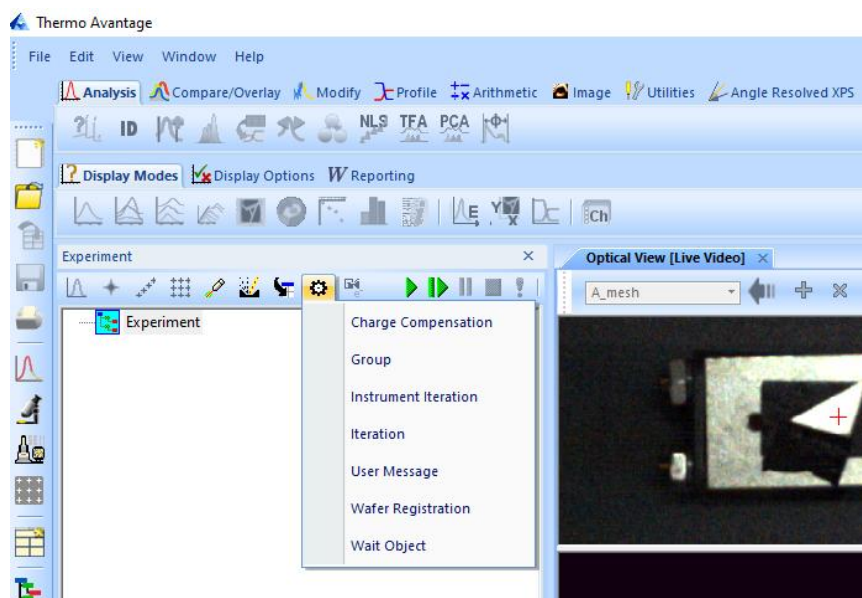

图 12 实验内容设定界面
- (4) 如图 12, 选择“Charge compensation”插入荷电中和枪 (如样品导电良好, 可跳过);
- (1) 如图 12，选择“Charge compensation”插入荷电中和枪，并将 mode 变更为静电模式 “Charge Comp Electrostatic”；